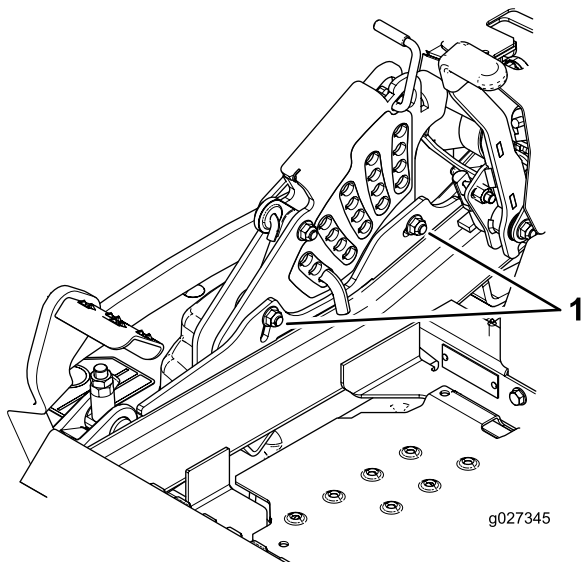

Bild 88
11. Zum Einstellen der zentralen Einstellung lösen Sie die zwei Schrauben unten an der Schnitthöhenplatte. Siehe Bild 88.
13. Ziehen Sie die Schrauben unten an der Schnitthöhenplatte an (Bild 88). Ziehen Sie sie auf 37-45 N·m an.